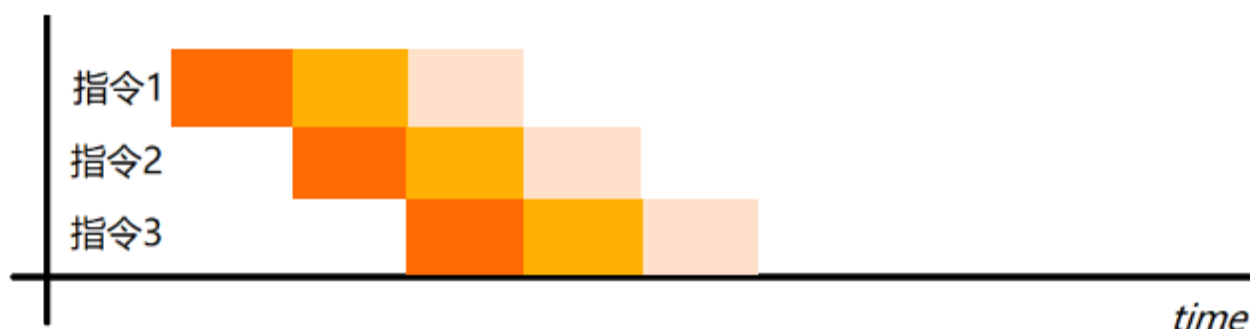

图2 流水线化指令处理
- 图2是三阶段流水线化的执行过程，每条指令只需要等待前一条指令的第一阶段执行完毕就能开始执行，总的延迟明显低于非流水线的情况。